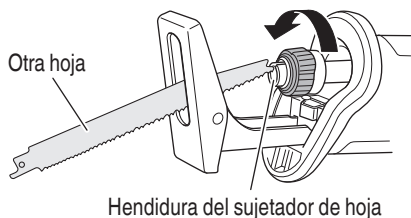

Fig. 10
- (1) Si una parte de la hoja de sierra rota sobresale de la hendidura del sujetador de hoja, saque la parte saliente y extraiga la hoja.
- (2) Si la hoja de sierra rota está oculta en el interior de la hendidura, enganche la hoja rota con la punta de otra hoja de sierra y extraícala. (Fig. 10)